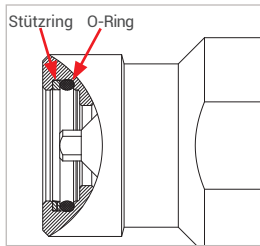

Abbildung 12
- ▶ Kontrollieren Sie vor dem Einsetzen des Nippelanschlusses (Pos. 7) die beiden Dichtelemente (O-Ring und Stützring, *Abbildung 12*) auf korrekte Einbaurichtung, richtigen Sitz und Beschädigung. Sollten die Dichtungen beschädigt oder ähnliches sein, tauschen Sie die Dichtungen aus. Beachten Sie hierzu das *Kapitel 8.4.1 Austausch der Dichtelemente im Nippelansatz (Pos. 7) auf Seite 64*.